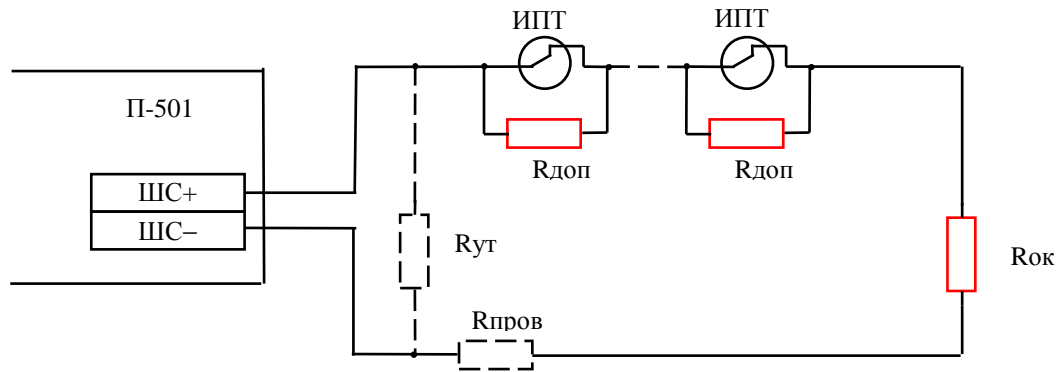

Рисунок 10.10 Пример подключения теплового извещателя в ШС
**Пример подключения теплового извещателя в ШС** представлен на рис.10.10.